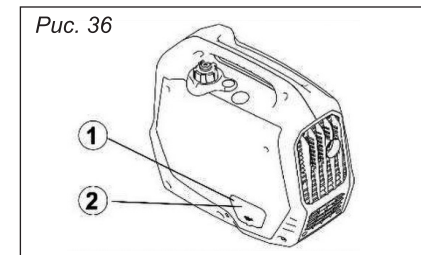

Рис. 36
2. Отвинтите винты (1), а затем снимите крышку (2), рис. 36.